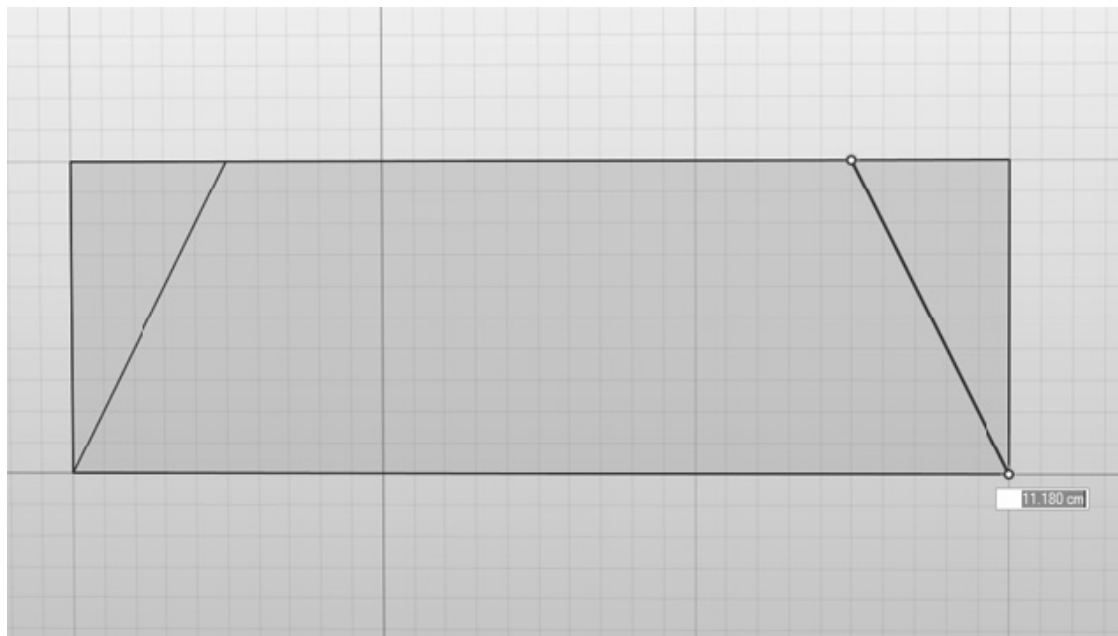

图 4-18
5) 在矩形相对一端绘制第二条直线，其一个端点位于顶边 5 cm 处，如图 4-18 所示。